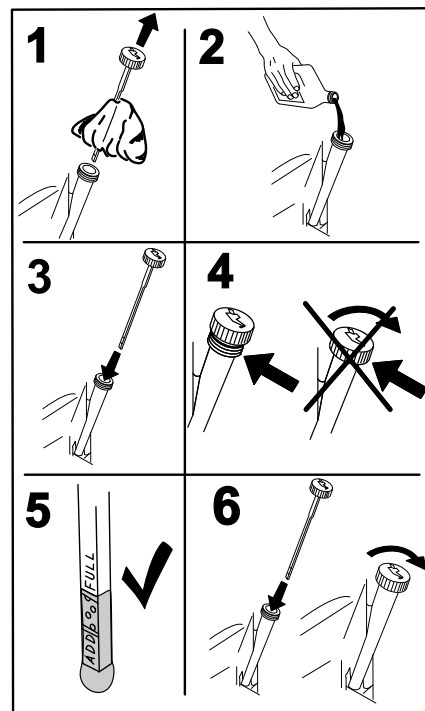

Figura 34
4. Vierta lentamente un 80% aproximadamente del aceite especificado por el tubo de llenado, luego añada lentamente el resto del aceite hasta que llegue a la marca **Full** (Figura 34).